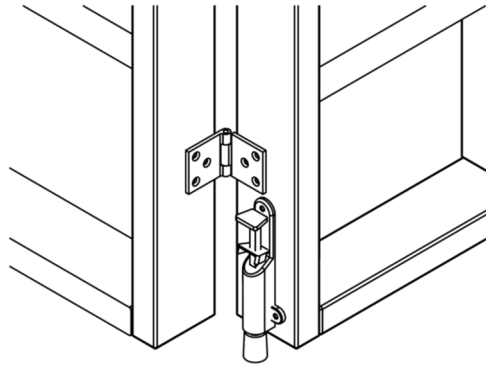

Abb. 7: Montage des Feststellfußes
Um das Kletterhaus später am Boden arretieren zu können, wird als letztes noch der Feststellfuß ③ wie in Abb. 7 mit den Spaxschrauben ⑬ unten am rechten Kletter-Einzelelement angeschraubt.